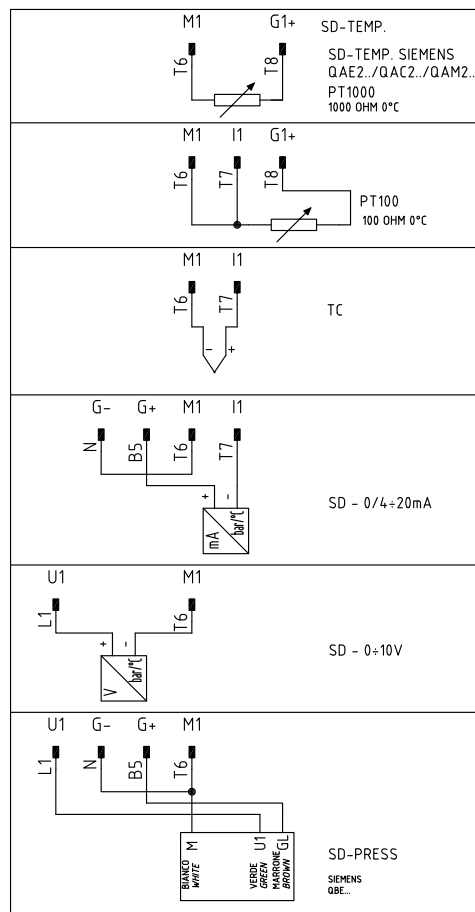

Fig.18 : Schema conectare sonde
3. In cazul arzatoarelor modulate, bornele 5, 6 si 7, de pe regleta de alimentare **MA**, sunt deja conectate la regulatorul de modulare (mod. **RWF40**). Panoul electric este prevazut iesiri pe un conector cu 4 poli, pentru conectarea sondelor de temperatura si presiune (vezi Fig.18).